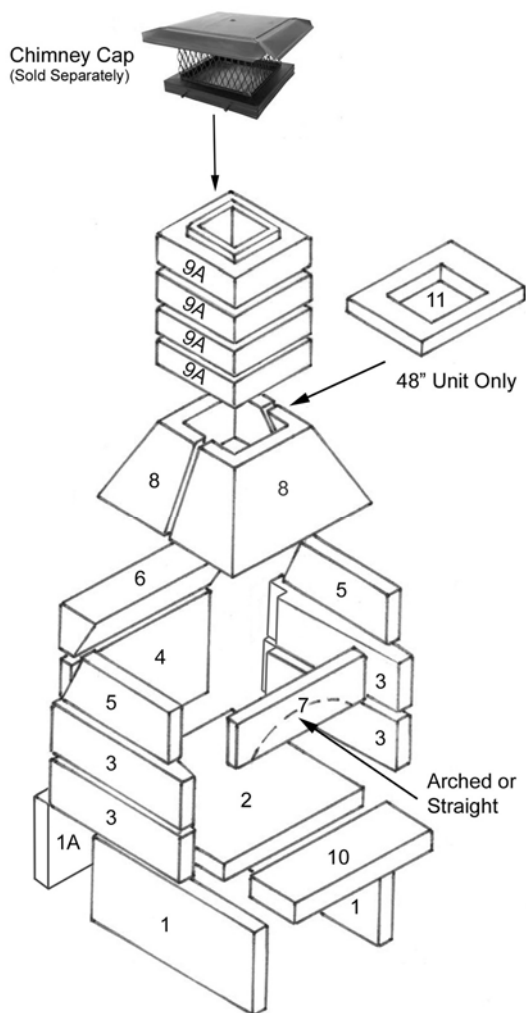

Figure 2. Éléments du foyer
Le foyer est livré sous forme de kit avec tous les éléments nécessaires pour en réaliser l'installation. La disposition des éléments dont certains sont optionnels est illustrée à la Figure 2. Les dimensions des divers éléments sont indiquées au Tableau 1. Les spécifications et dimensions d'installation sont indiquées au Tableau 2.
- D. Continuez avec l'installation de la boutisse avant, de la gorge et du conduit de fumée (7, 8 et 9). La boutisse avant (7) peut être arquée ou droite. Ajoutez autant de sections de conduit de fumée (9) que nécessaire pour atteindre la hauteur de cheminée souhaitée.
- E. En cas d'installation du foyer SA de 48 pouces, installez l'adaptateur gorge/conduit, article 11, illustré à la Figure 2 et indiqué comme article 11 au Tableau 2. Il est installé entre les articles 8 et 9.
- G. Installez l'âtre (10). Vous êtes maintenant prêt à installer l'extérieur.